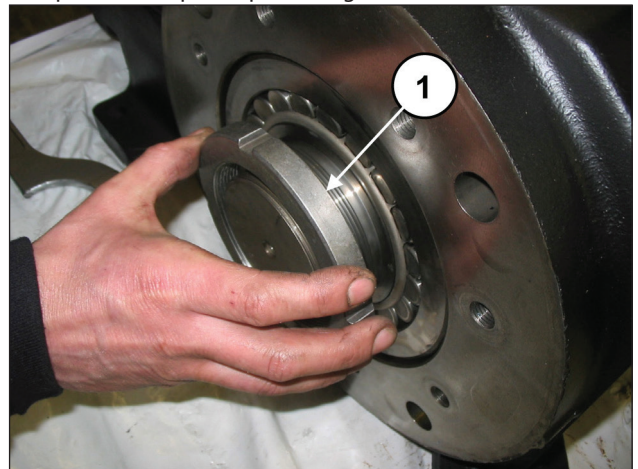
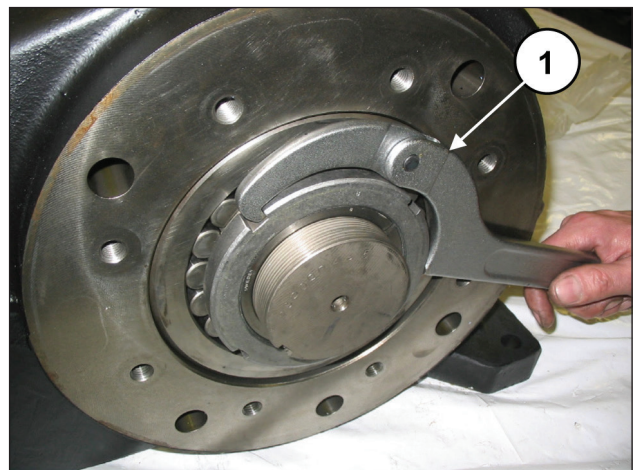

Fig. 20
Fig. 21
Aperte um anel do tipo SKF KM19 no casquilho de pressão (pos. ①, Fig. 20), depois, usando uma chave própria, comece a desapertar o casquilho (pos. ①, Fig. 21).